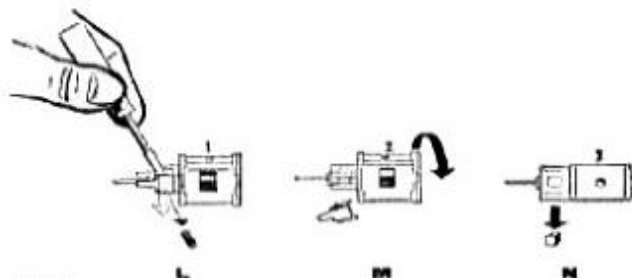

Abb. 4
Verbrauchte Bürsten nach dem Motorausbau nach Abb. 4 in der Reihenfolge L M N herausnehmen und durch neue ersetzen. Vorsicht beim Abnehmen der Bürstenhalterdeckel (L), damit die kleine Druckfeder nicht verlorengelht.